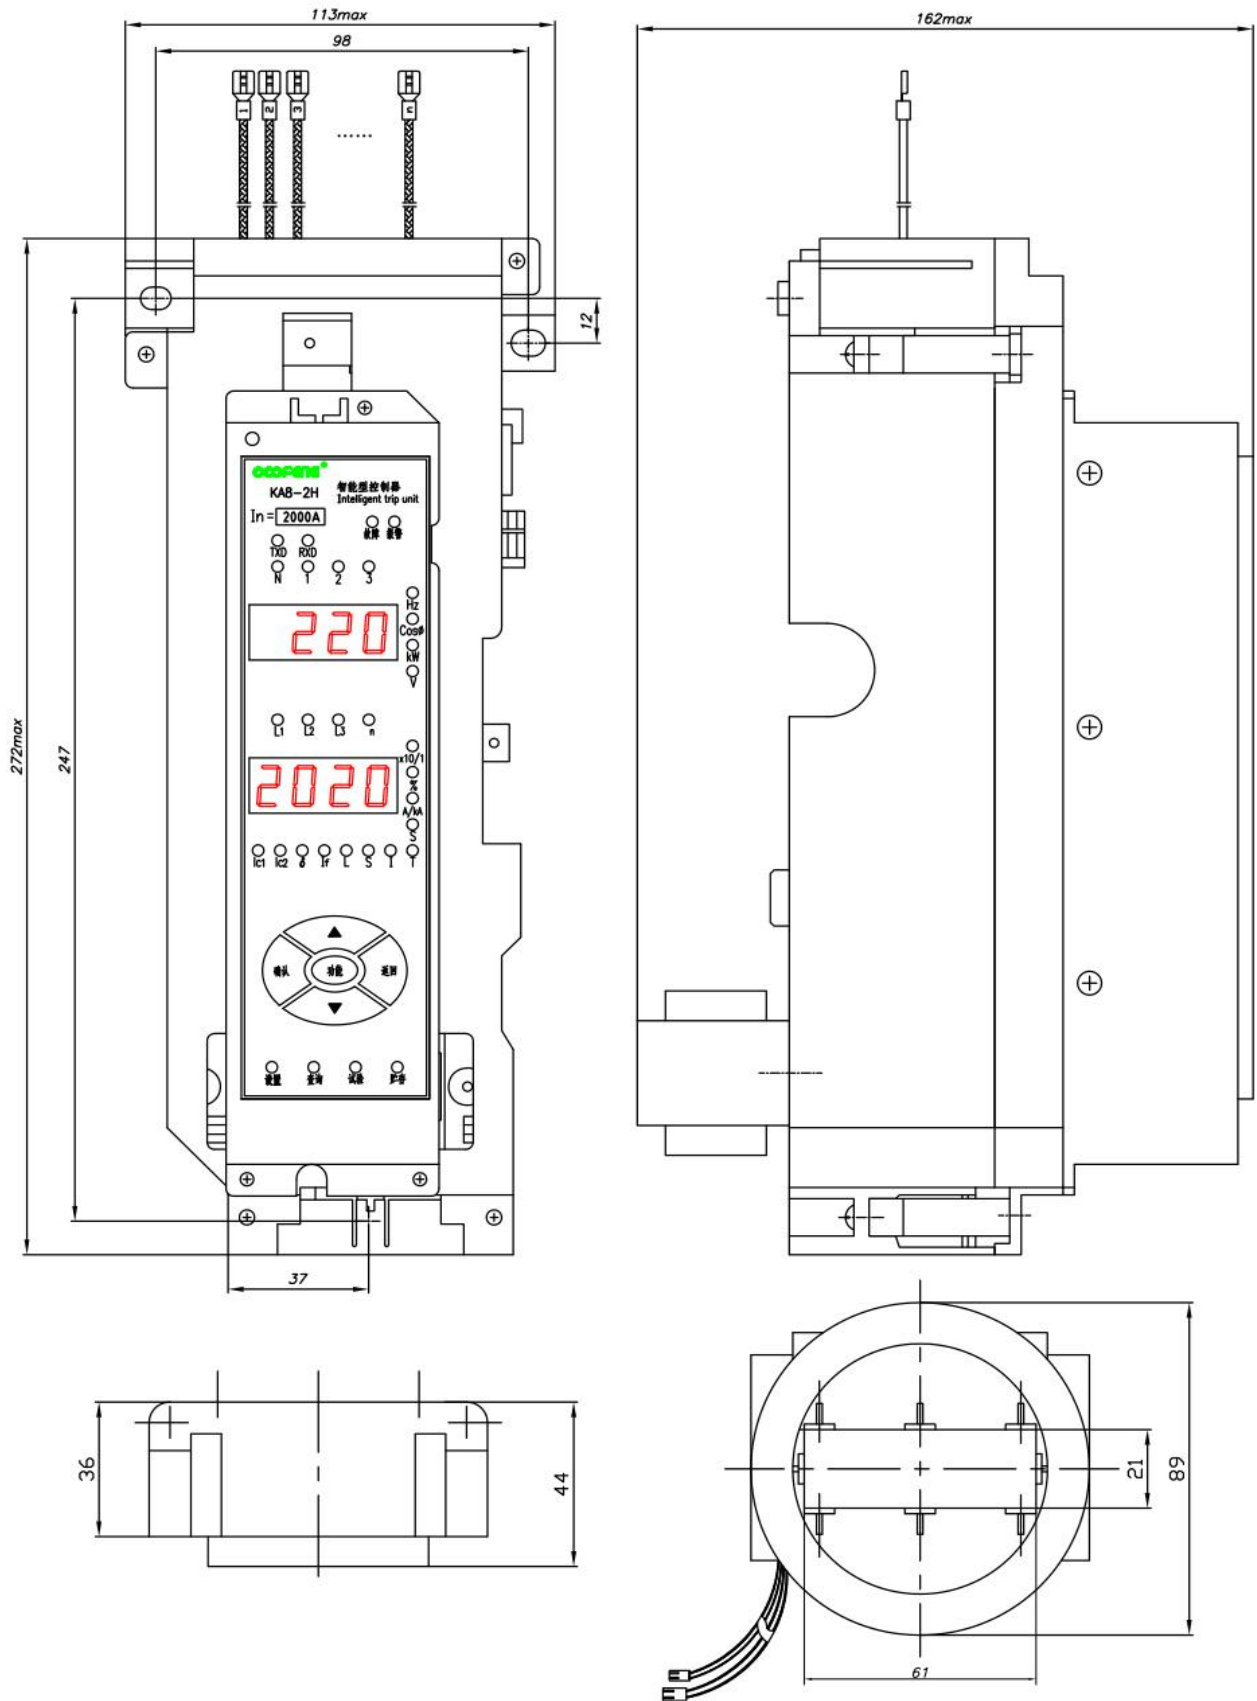

图1: 智能控制器外形和安装尺寸图
控制器的外形和安装尺寸与框架式智能断路器完全配合，具体见图1。
- 3、控制器安装完毕后应按用户接线图进行接线，具体见图1。